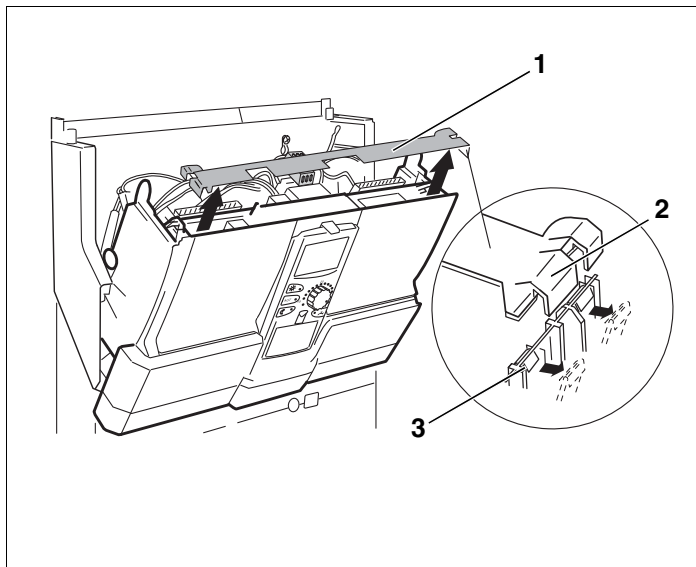

Рис. 4 Демонтаж планки
Для снятия планки (→ рис. 4, [1]) потребуется отвертка.
- Отсоедините планку с одной стороны. Для этого выдавите отверткой одну из защелок (→ рис. 4, [3]).
- Приподнимите планку за язычок (→ рис. 4, [2]).
- Снимите планку (→ рис. 4, [1]).